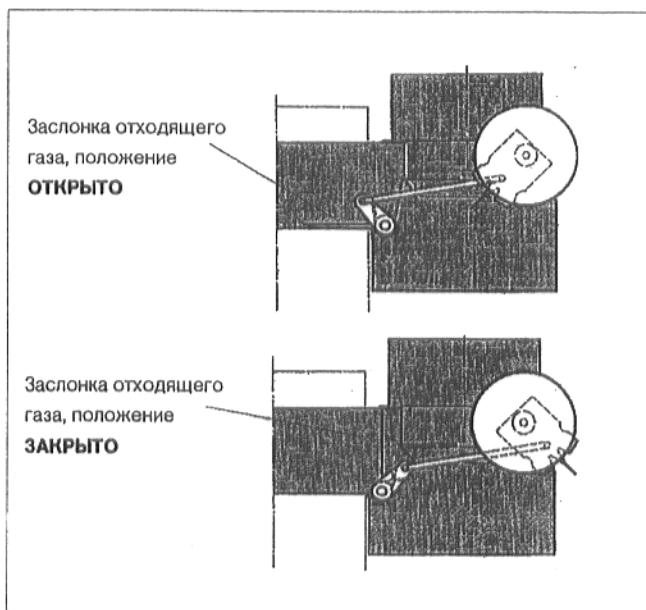

Рис. 9: Принципиальная схема
- **Проверка функции** (с двигателем): Включить отопительный котел (см. инструкцию по эксплуатации отопительного котла). При затребовании подачи тепловой энергии заслонка отходящего газа должна переходить в положение "ОТКРЫТО". Только после достижения положения "ОТКРЫТО" должно происходить включение горелки (рис. 9).